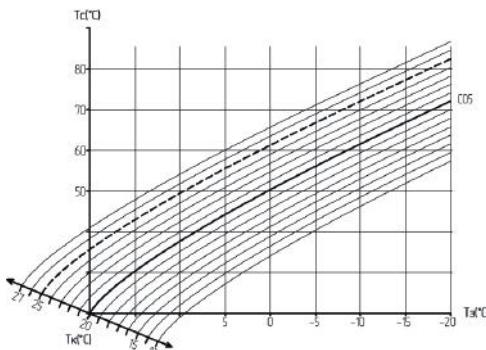

Рисунок 26 Приклад зміщення компенсаційної кривої
**Увага! При встановленні бажаної температури відмінної від 20° С, блок електронного термостату автоматично здійснює зміщення кривої нагрівання по осі Tk (рисунок 26).**